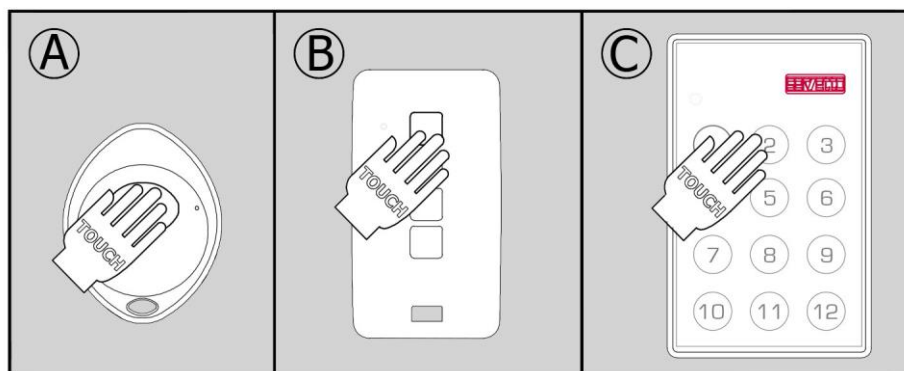

Fig.23
- 2 - Pulsar el botón deseado del mando a distancia (Fig. 23), se escuchará otro "BIP"
Mandos a distancia disponibles (Fig.23):